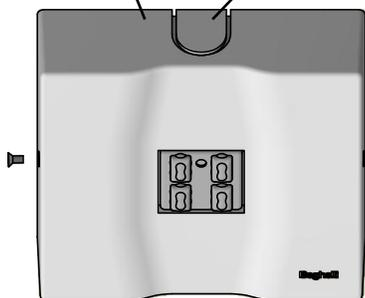

Figure 2
2. L'unité est fournie avec ouvertures estampées à l'arrière du boîtier et des entrées défonçables sont fournies sur la paroi latérale. Acheminer les fils à travers les ouvertures prévues, selon les besoins. (Figures 2 et 3)